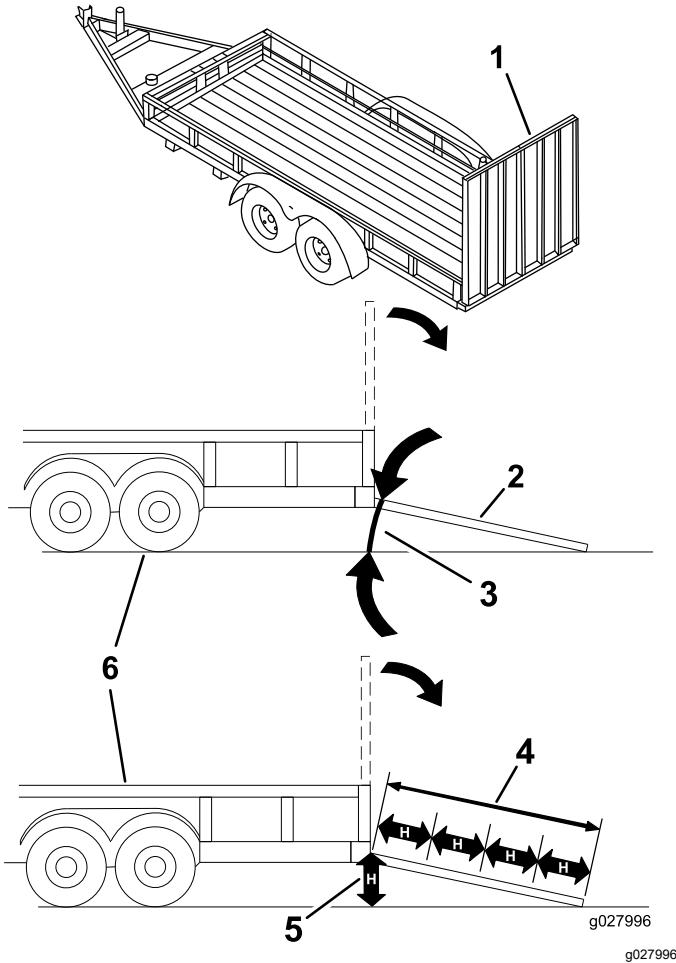

Bild 39
Das Laden einer Maschine auf einen Anhänger oder einen Lastwagen erhöht die Umkippgefahr und könnte schwere oder tödliche Verletzungen verursachen (Bild 39).
3. Senken Sie die Rampe ab und stellen Sie sicher, dass der Winkel zwischen der Rampe und dem Boden höchstens 15 Grad beträgt (Bild 39).
1. Senken Sie die Rampe ab und stellen Sie sicher, dass der Winkel zwischen der Rampe und dem Boden höchstens 15 Grad beträgt (Bild 39).